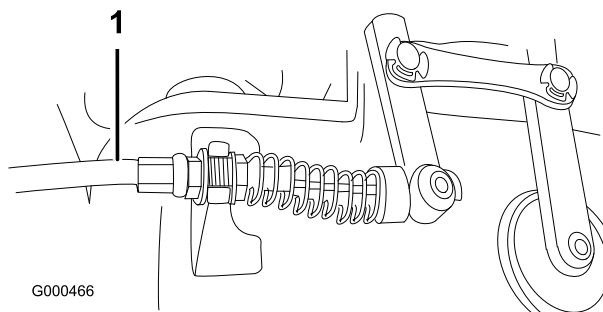

図 43
2. リール・コントロール・ケーブルの前ジャム・ナットをゆるめ、後ジャム・ナット（図 43：ギアボックスの上部）を締めてケーブルの張りを出し、さらに 3.2～4.5 kgの力でリール・コントロールがつかないようにする。力の計測はコントロール・ノブの部分で行う。